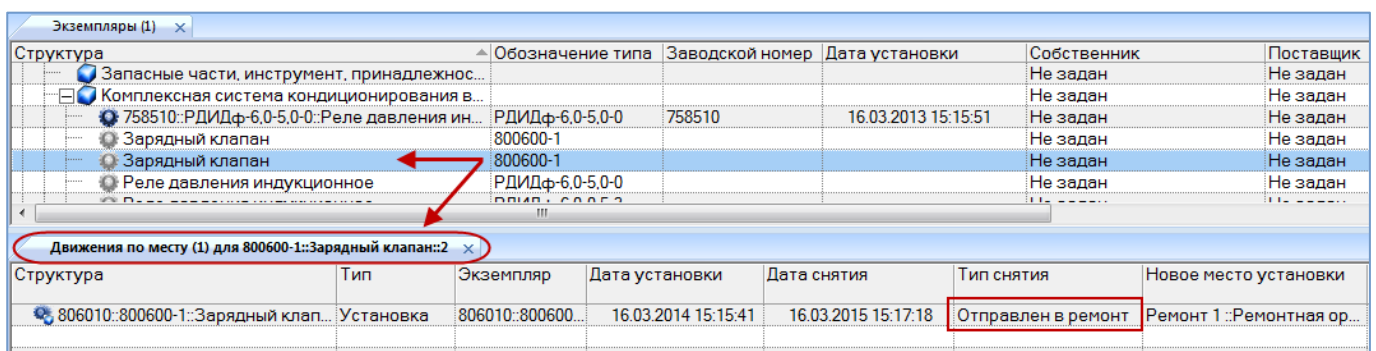

Рис. 13-137 – Окно связанных объектов «Движения по месту»
4) В открывшемся окне связанных объектов «Движения по месту» выбрать движение экземпляра ПКИ с типом снятия «Отправлен в ремонт» или «Передача на хранение» (рис. 13-137).